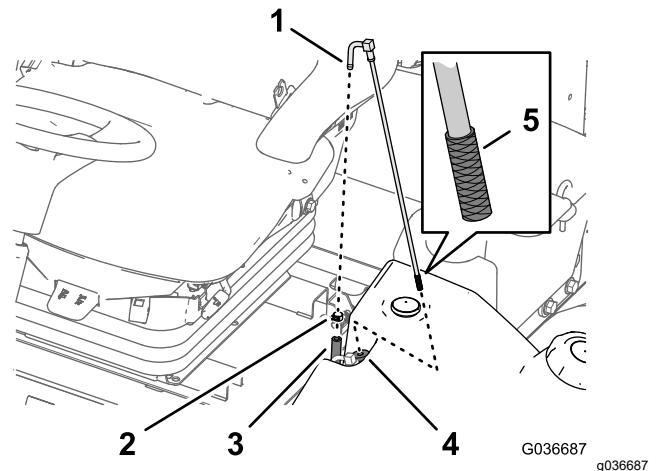

Figure 91
1. Retirez le collier qui fixe le flexible de carburant au raccord du tube d'aspiration (**Figure 91**).
2. Débranchez le flexible du raccord (**Figure 91**).
3. Soulevez et déposez le tube d'aspiration du réservoir de carburant (**Figure 91**).
4. Nettoyez les débris éventuellement présents sur la crépine au bout du tube d'aspiration de carburant (**Figure 91**).
5. Insérez le tube d'aspiration dans la bague de caoutchouc et dans le réservoir de carburant (**Figure 91**).